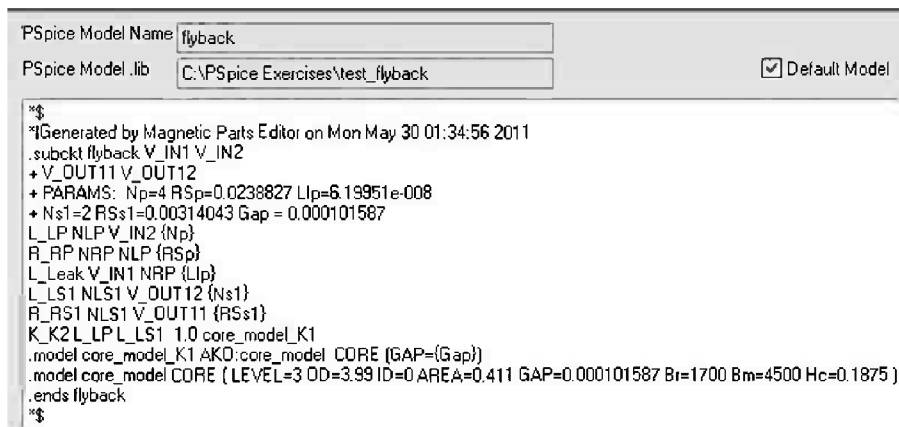
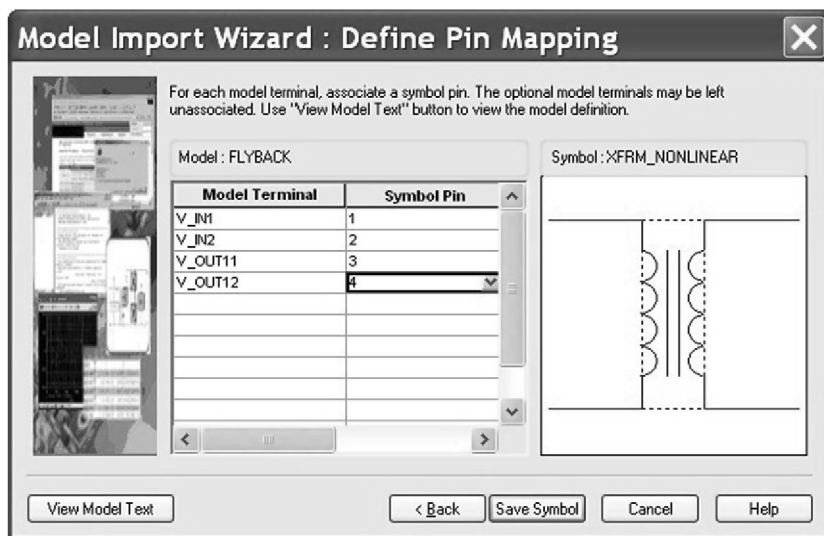

图 21.19 PSpice 磁心模型
图 21.24 配置元件符号引脚
对设计进行保存的同时也将生成变压器的 PSpice 模型。本设计实例将生成 flyback.lib 文件。在 Results Spreadsheet 底部选择 Model View 选项卡对生成的 PSpice 变压器模型进行查看，如图 21.19 所示。
8. 为模型各端点配置符号引脚。按照图 21.24 所示选择引脚，然后单击 Save Symbol 对元件符号进行保存。该变压器模型的引脚排列顺序与图 21.19 中的子电路模型一致。